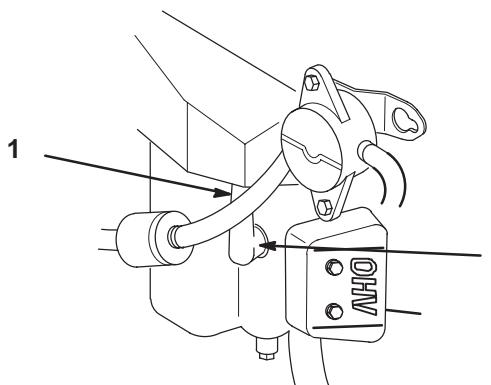

Figure 41
3. Débranchez les fils des bougies (Fig. 41). Nettoyez la surface autour des bougies pour éviter que des impuretés n'endommagent le moteur en tombant à l'intérieur.
- Rebranchez les bougies (Fig. 41).